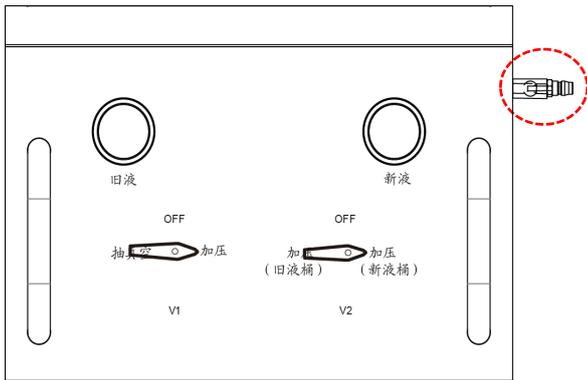
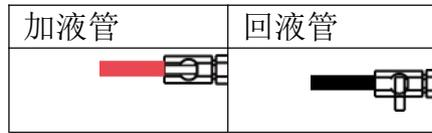

图 8
图 9
4. 打开加液管（红）手阀，新液被汽车冷却系统残留真空吸入车内，加到合适液量时，关闭所有阀门停止加注，拔掉锥形接头（如图 8、图 9）；